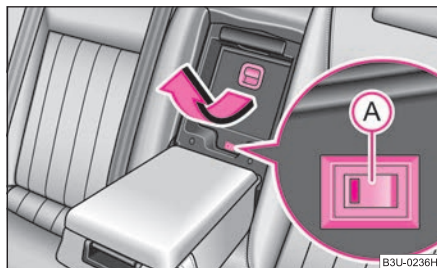

Abb. 74 Kühlbox
- Ziehen Sie am Griff ⇒ Abb. 74 und klappen Sie den Deckel nach unten.
- Der Kühlbetrieb der Kühlbox wird mit dem Schalter (A) ⇒ Abb. 74 ein- bzw. ausgeschaltet. Er wird durch das Aufleuchten der Kontrollleuchte im Schalter signalisiert.